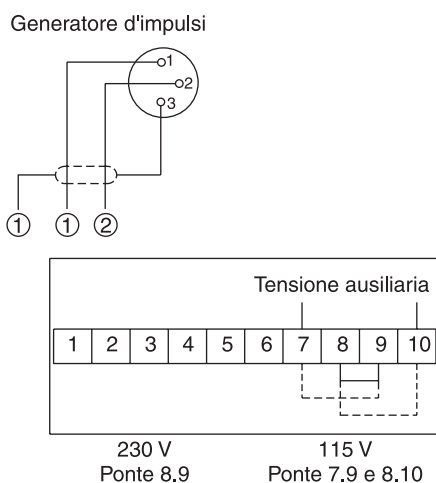
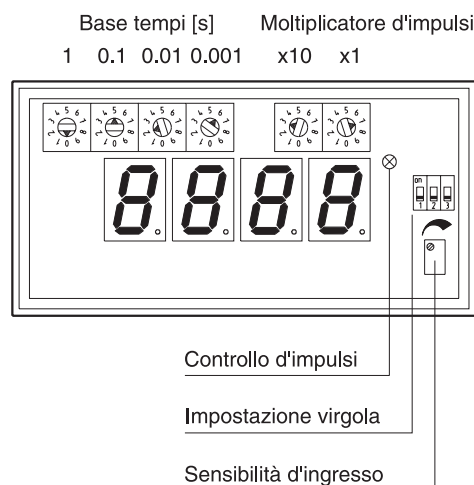

Figura 12: Connecting the DA digital remote speed display
Figura 13: Regolazione dell'indicatore digitale DA per la lettura a distanza della velocità
L'indicatore digitale di velocità a distanza DA deve essere collegato al generatore d'impulsi IG (Figura 12 e Figura 13):
1. Collegare il dispositivo (Figura 12)
3. Impostare il tempo di misurazione (Figura 13 e Sezione "Esempi di Calcolo DA" a pagina 18)
4. Impostare la sensibilità d'ingresso (Figura 13):